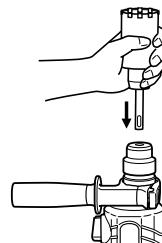
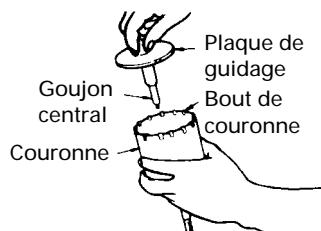

Fig. 16
Fig. 17
- (2) Monter la queue de couronne sur le marteau rotatif à percussion. (Fig. 16)
- (3) Introduire la guijon central dans la plaque de guidage jusqu'à ce qu'il arrête.
- (4) Engager la plaque de guidage dans la couronne et tourner la plaque de guidage à gauche ou à droite de manière à ce qu'elle à ce qu'elle ne puisse pas tomber, même si elle orientée vers le bas. (Fig. 17)